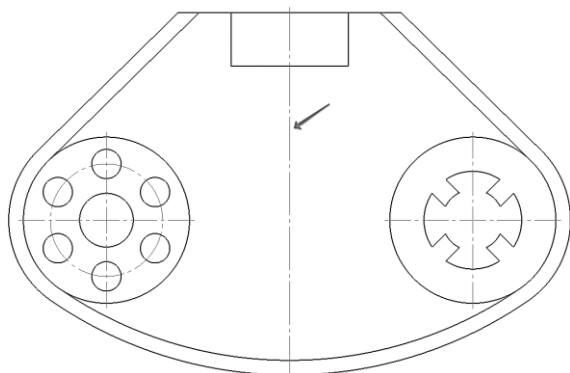

Рис. 68. Построение осевой линии
2.13.5 Провести центральную осевую используя команду **Осевая линия по двум точкам** на инструментальной панели **Обозначения**. Удалить вспомогательные прямые (рис. 68).